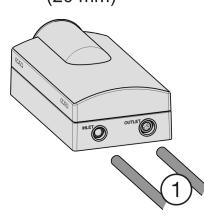

Fig. 38
► Mida la profundidad de inserción (E) de 21/32 " (17 mm) en el tubo delgado y haga una marca.
► Mida la profundidad de inserción (E) de 25/32 " (20 mm) en el tubo grueso y haga una marca.
► Introduzca los tubos flexibles *Fig. 38* (1) hasta el tope (equivalente a la marca) en el módulo del filtro de agua superando la resistencia existente.